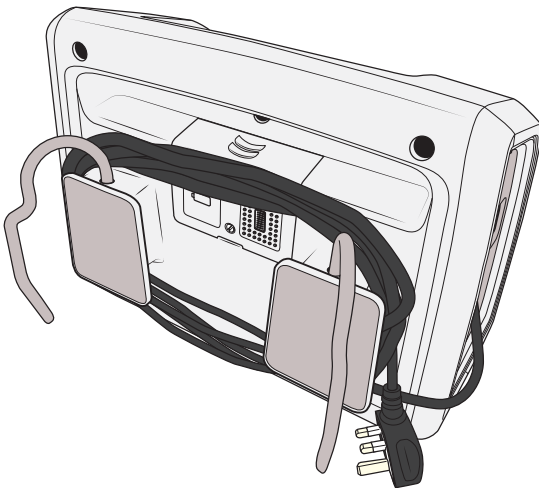

Figura 62
2. Enrole o cabo de alimentação à volta dos grampos de suspensão. Consulte a Figura 62